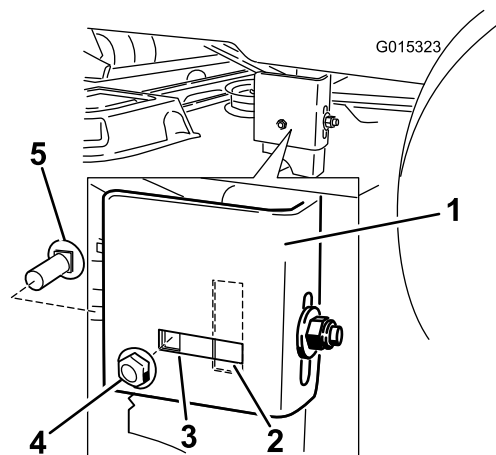

Figura 50
7. Vaya al lado izquierdo de la máquina. Compruebe si el perno de cuello cuadrado lateral está en la posición fija o ranurada (Figura 50).
8. Si el perno de cuello cuadrado lateral está en la posición fija, retire el perno de cuello cuadrado lateral y la tuerca de bloqueo lateral de la posición fija, e instáloselos en la posición de ajuste ranurada (Figura 50).